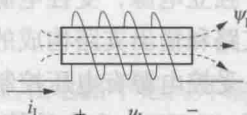

图 1-4 电感元件
(2) 特征方程。当电压、电流取关联正向时，如图 1-4 所示，电容元件的特征方程（即伏安关系式）为